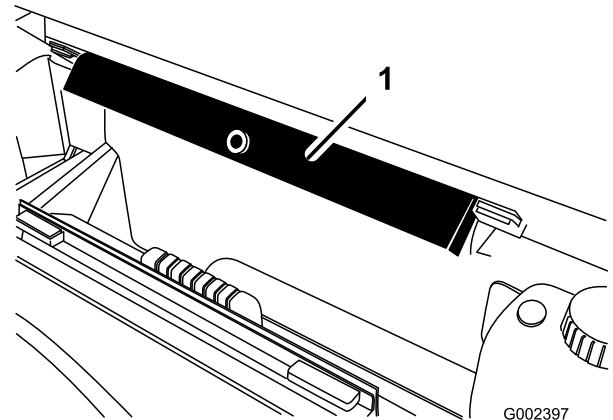

Figura 100
8. Retire el soporte de la plataforma de los soportes de almacenamiento situados en la parte trasera del panel del ROPS (Figura 100).